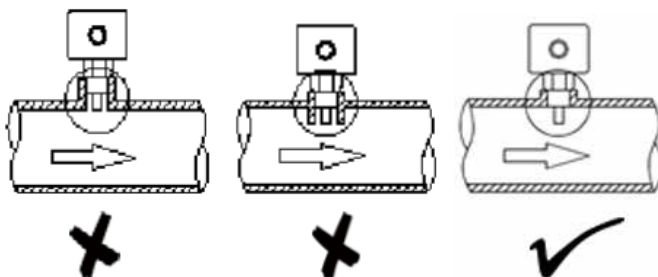

图.1
- 监控器的探头必须充分与被测介质相接触(图.1)。探头端部不可接触到管壁。